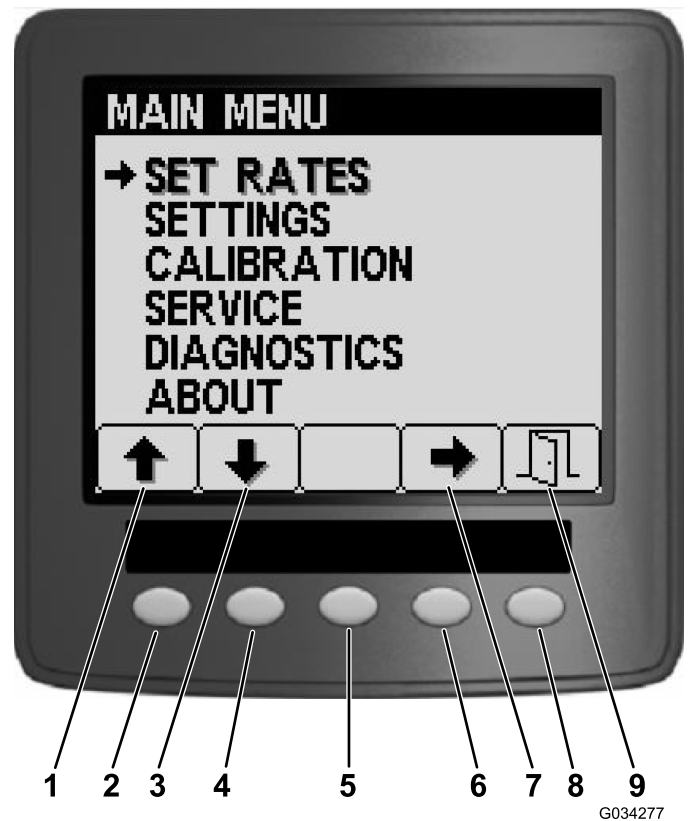
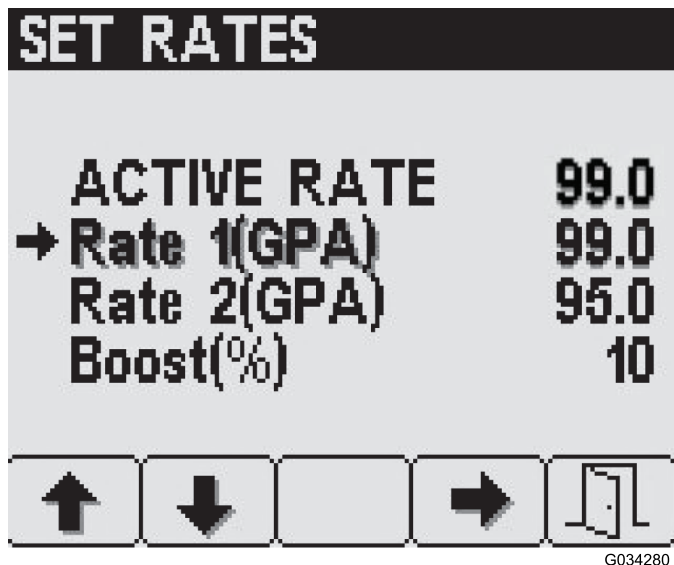
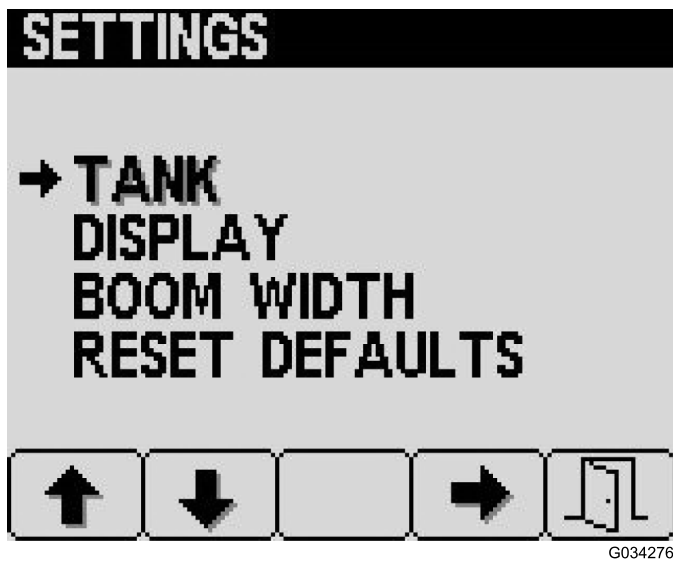

Figure 6
Figure 7
Figure 9
Dans l'écran Menu principal, vous pouvez accéder aux écrans Débits programmés, Réglages, Étalonnage, Entretien, Diagnostics et À propos (Figure 6).
Pour ouvrir l'écran Débits programmés, appuyez sur le bouton 2 dans l'écran Menu Principal (Figure 6) jusqu'à ce l'option Débits programmés soit atteinte, puis appuyez sur le bouton 4 pour sélectionner cette option (Figure 7).
1. Appuyez sur le bouton 1 ou 2 jusqu'à ce que le débit voulu ou le pourcentage de taux poussé soit atteint (Figure 7).
Pour ouvrir l'écran Réglages, appuyez sur le bouton 2 de l'écran Menu principal (Figure 6) jusqu'à ce que l'option Réglages soit atteinte, et appuyez sur le bouton 4 pour la sélectionner (Figure 9).
1. Appuyez sur le bouton 4 de l'écran Réglages pour sélectionner les réglages de la cuve (Figure 9).
1. Appuyez sur le bouton 2 de l'écran menu Réglages jusqu'à ce que l'option Réglages de l'affichage soit atteinte, et appuyez sur le bouton 4 pour sélectionner Affichage (Figure 9).
Les réglages de largeur de rampe sont prédéfinis à l'usine (Figure 9).